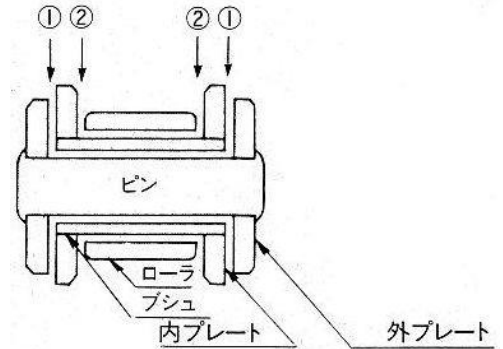

図8-18
- ・ 潤滑油の給油は、外プレートと内プレートの隙間①とローラと内プレートの隙間②に潤滑油が入るように給油してください。(図8-18)